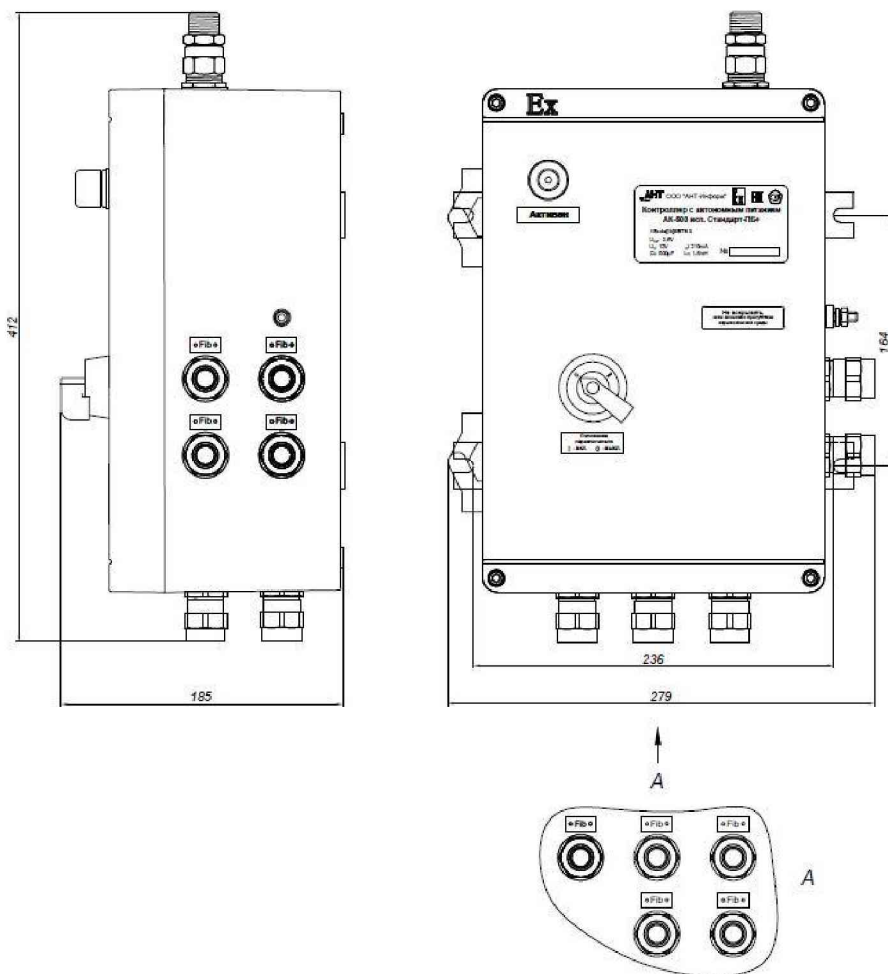

Рисунок 1.4. Внешний вид контроллера АК-500 «Стандарт-ПА+» и «Стандарт-ПБ+»
- 4) Стандарт-ПА+ – в пластиковой оболочке с повышенной защитой против взрыва с пятью кабельными вводами снизу, четырьмя сбоку и одним антенным сверху по комплекту КД АЕТВ.426400.001-03. С перезаряжаемыми элементами питания. И внешним механизмом отключения питания.(рис. 1.4).
- 6) Стандарт-ПБ+ – в пластиковой оболочке с повышенной защитой против взрыва с пятью кабельными вводами снизу, четырьмя сбоку и одним антенным сверху по комплекту КД АЕТВ.426400.001-05. С непerezаряжаемыми элементами питания. И внешним механизмом отключения питания.(рис. 1.4).